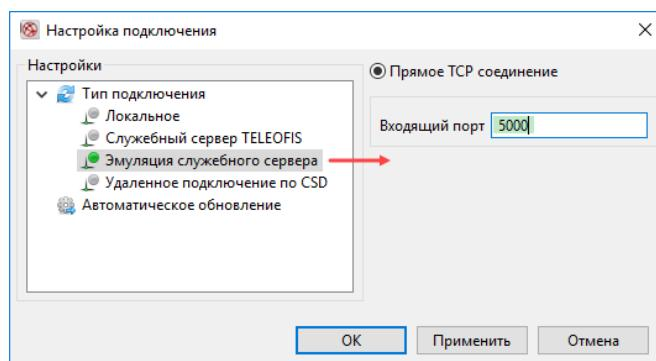

Рис. 34. Эмуляция служебного сервера.
- В меню **Настройки подключения** («шестерёнки») в левой части окна выберите тип подключения **Эмуляция служебного сервера** и задайте для него номер входящего порта локального компьютера, к которому терминал будет подключаться для удалённой настройки (в нашем примере — порт 5000) (Рис. 34).